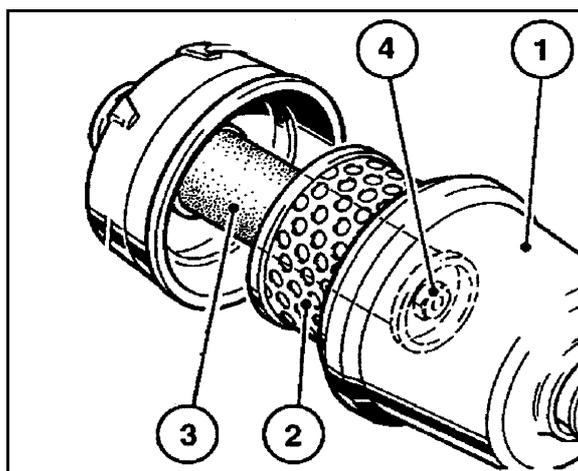

Рис. 142
1. Открутите барашковую гайку крышки фильтра (Рис. 142/1).
2. Снимите крышку фильтра и извлеките патрон фильтра (Рис. 142/2).
6. После 5 обслуживаний фильтра, но не позднее, чем через 2 года, замените барьерный патрон (Рис. 142/3) (**никогда не чистите!**).
- o Открутите шестигранную гайку (Рис. 142/4) и извлеките барьерный патрон.